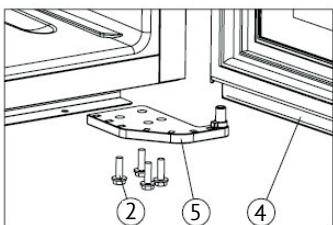

Рисунок 2
⇨ Выкрутив винты M5*16 ②, снимите правую нижнюю петлю ⑤ (Рисунок 2).